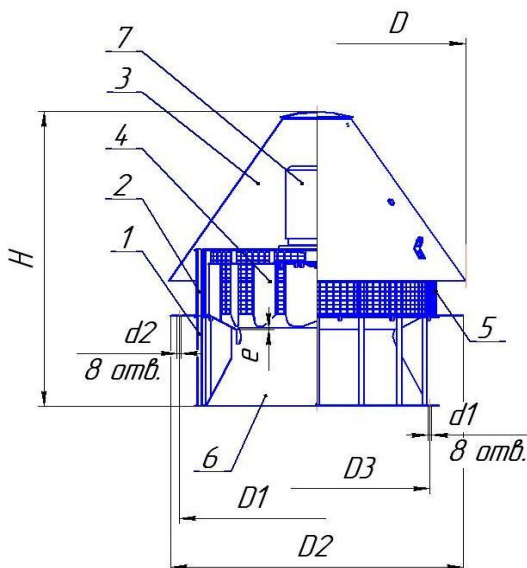

Рисунок 1 – Габаритные и присоединительные размеры
4.1. Вентилятор крышный радиальный состоит из следующих основных узлов (см. рисунок 1): секция нижняя 1, секция верхняя 2, колпак 3, колесо рабочее 4, ограждение 5, входной патрубков (диффузор) 6, двигатель 7.